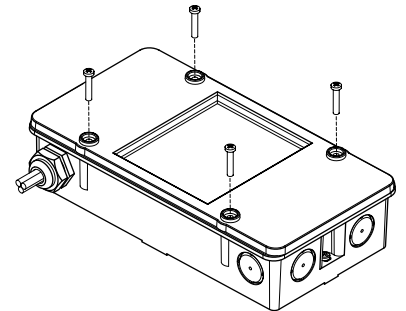

Fig. 6
1. Open the housing (Fig. 6).
6. Close the housing with the screws provided (Fig. 6).
- Öffnen Sie das Gehäuse (Fig. 6).
- Schließen Sie das Gehäuse mit den mitgelieferten Schrauben (Fig. 6).